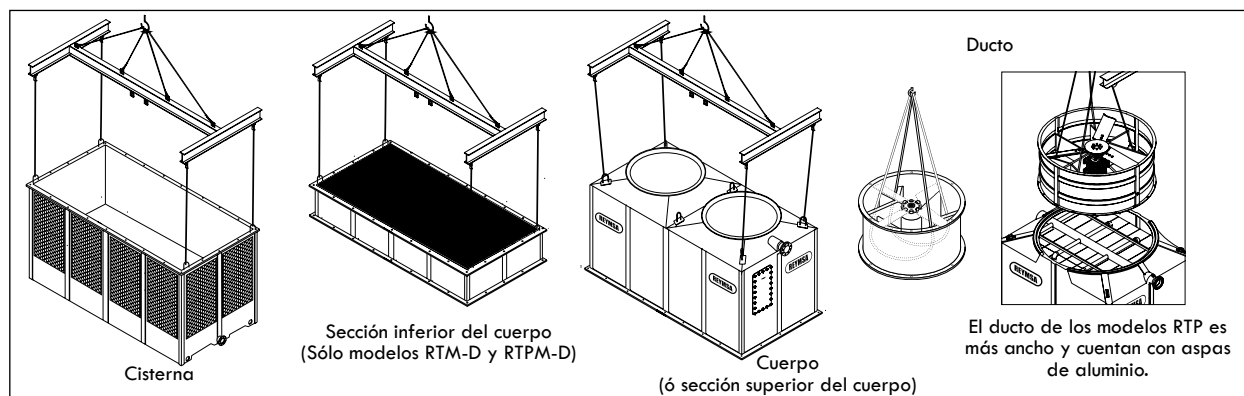

Figura A-55: Levantamiento con grúa de una torre modular (RTM y RTPM)
- B. Al asegurarse que el equipo se encuentra en condiciones apropiadas, se procede a descargarlo del transporte pieza por pieza, utilizando una grúa o montacargas de la capacidad adecuada (ver Figura A-55 como ejemplo).
- C. Se recomienda un ángulo de levantamiento de al menos  $60^\circ$  entre la banda y la horizontal. La cisterna y cuerpo de las torres vienen equipadas con argollas de izar en cada esquina en la parte superior para el levantamiento con grúa. Coloque las bandas a través de las argollas de izar (como se muestra en la figura A-55). No balancee hasta tensar las bandas.